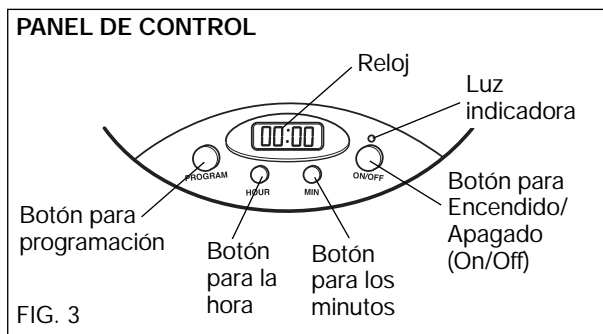

FIG. 3
Para encenderla, presione el botón Encendido/Apagado (On/Off) (vea fig. 3). La luz indicadora se iluminará, indicando que la cafetera está encendida y el colado está en proceso y la cantidad de tiempo programado para que el plato de calentamiento permanezca en funcionamiento será visible en el panel. (Vea las instrucciones COMO PROGRAMAR EL DISPOSITIVO DE APAGADO AUTOMÁTICO PARA MANTENERLO CALIENTE). Cuando el botón sea soltado, la luz indicadora permanecerá encendida, pero el reloj regresará a la hora actual.
2. Para fijar el reloj, presione por unos segundos el botón HOUR (HORA) hasta que los números comiencen a cambiar (vea fig. 3). Cuando se ha llegado a la hora correcta, repita el procedimiento con el botón MIN (MINUTOS).